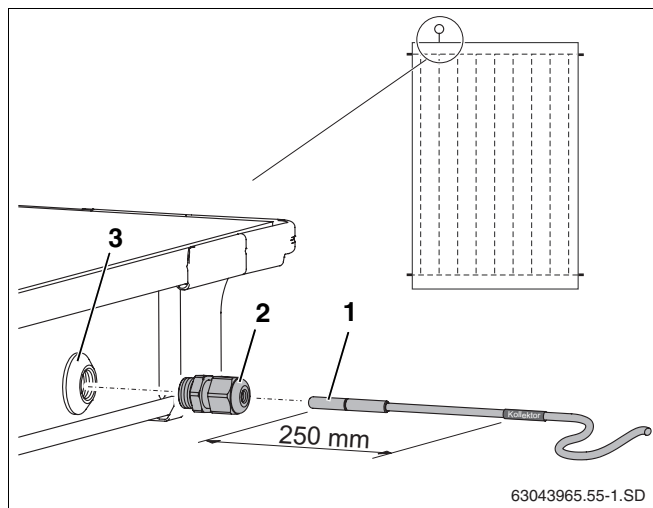

Fig. 54 Empurrar a sonda do colector no colector
Para um funcionamento sem problemas da instalação solar é necessário que a sonda do colector (fig. 54, **item 1**) seja empurrado até ao batente (corresponde a aprox. 250 mm) no tubo guia da sonda.
- Perfurar a camada de revestimento da passagem da sonda com a sonda do colector ou a chave de parafusos (fig. 54, **item 3**).
- Apertar a união roscada de aperto (fig. 54, **item 2**) à passagem da sonda.
- Apertar a união roscada de aperto (fig. 54, **item 2**), se necessário, encostar.
Caso tenha perfurado a passagem da sonda (fig. 54, **item 3**) de um colector errado, este deverá ser vedado com o tampa do jogo de ligação. Antes disso, deverá retirar, com a ajuda da união roscada de cabo (fig. 54, **item 2**), a porca que se encontra na passagem da sonda.